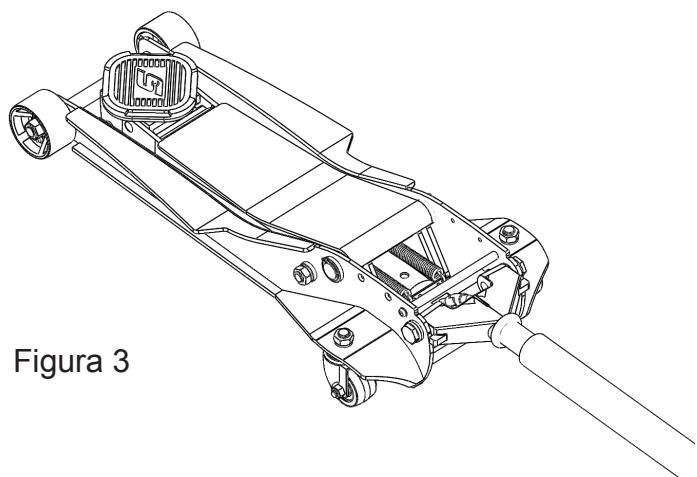

Figura 3
1. Coloque el gato sobre una superficie plana y anivelada. Extraiga el panel protector del gato. El brazo de levantamiento del gato deberá estar bajado completamente. Ver la figura 3.